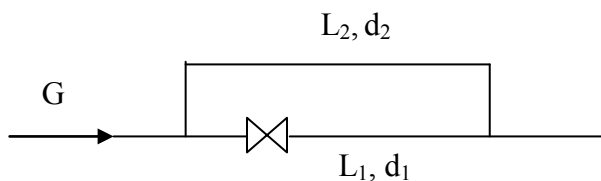

Рисунок 9.4
**9.2.3** У гілці довжиною  $L_1$  установлений дросель із коефіцієнтом витрати  $\mu = 0,7$  (рис. 9.4). Визначити діаметр дроселя, при якому витрати рідини у гілках будуть рівні, діаметри трубопроводів однакові  $d_1 = d_2$ . Температура рідини дорівнює  $t$ . Сумарна витрата на обох гілках дорівнює  $G$ . Трубопровід вважати гідравлічно гладким.